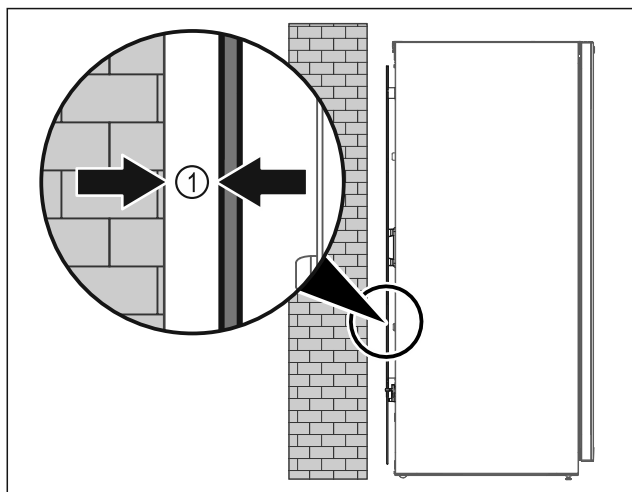

Fig. 50
► Instalar el electrodoméstico en medio de una sala o directamente arrimado a una pared con una distancia mínima de 5 mm Fig. 50 (1).